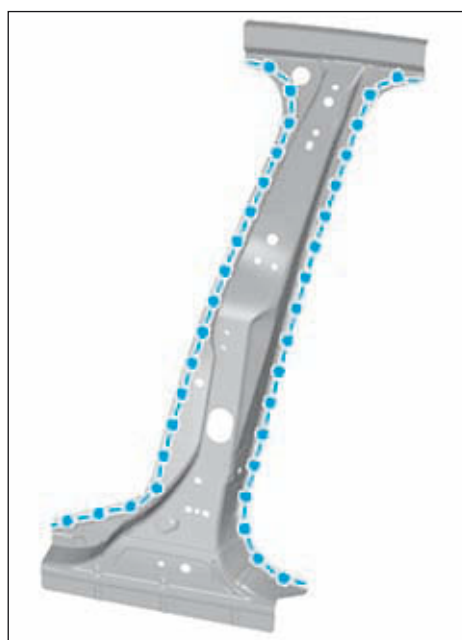
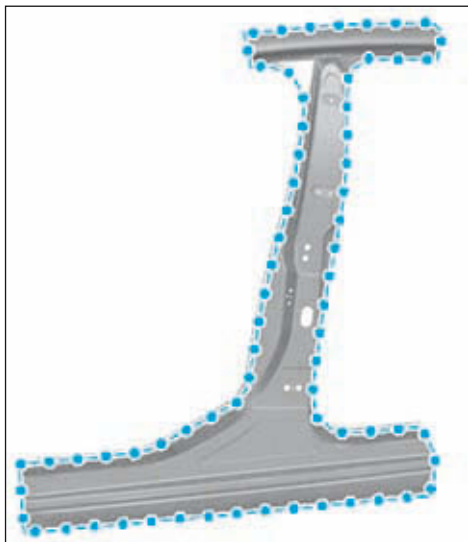

FIG.76
FIG.77
- les pièces neuves (Fig.76) et (Fig.77),